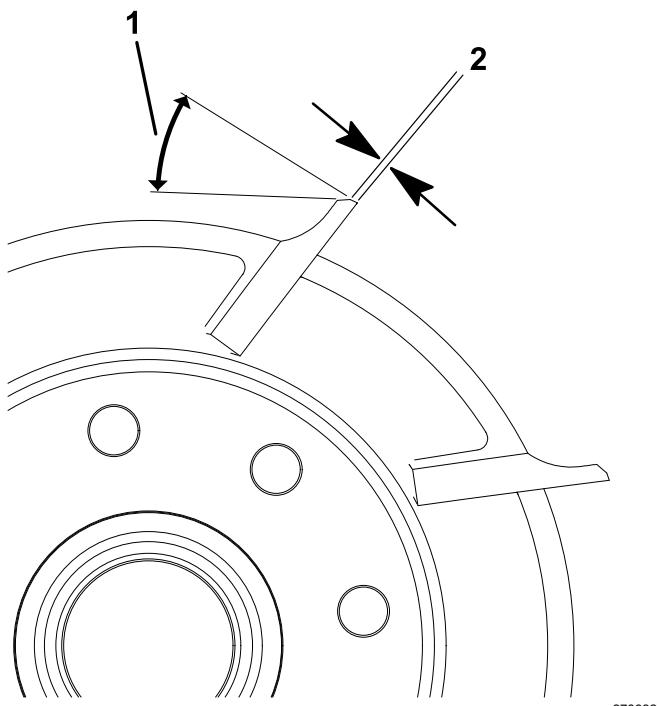

Рисунок 23
- Выполните 30-градусное затыловочное шлифование всех ножей барабана так, чтобы ширина витка составляла 0,8 мм (Рисунок 23).